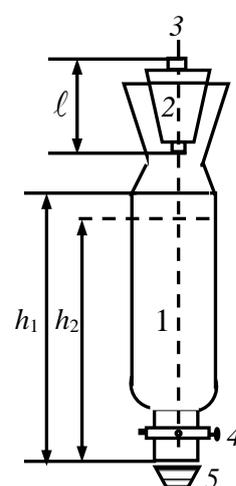

Рис. 1
**Приборы и принадлежности:** сосуд с пробкой, в которую вставлен капилляр (рис. 1), мерный сосуд для сбора вытекающей жидкости; измерительная линейка для определения высоты жидкости, микроскоп с прозрачной градуировочной линейкой и срез капилляра для определения его радиуса.
Фактическая задача определения  $\langle \lambda \rangle$  сводится к определению коэффициента внутреннего трения  $\eta$  воздуха. Схема используемого устройства приведена на рис. 1. Сосуд 1 заполнен водой и закрыт пробкой 2, через которую проходит капиллярная трубка 3. При закрытом кране 4 давление воздуха над жидкостью равно атмосферному, т.к. сосуд сообщается с атмосферой через капилляр. Как только кран открывається, начинается истечение жидкости непрерывной струей до тех пор, пока сумма давлений воздуха над жидкостью ( $P_1$ ) и гидростатического давления жидкости внутри сосуда на уровне отверстия ( $\rho gh$ ) не станет равным атмосферному ( $P_{\text{атм}}$ ), т.е.
где  $\rho = 10^3 \text{ кг/м}^3$  – плотность воды;  $h_1, h_2$  – высота уровня жидкости (рис. 1).